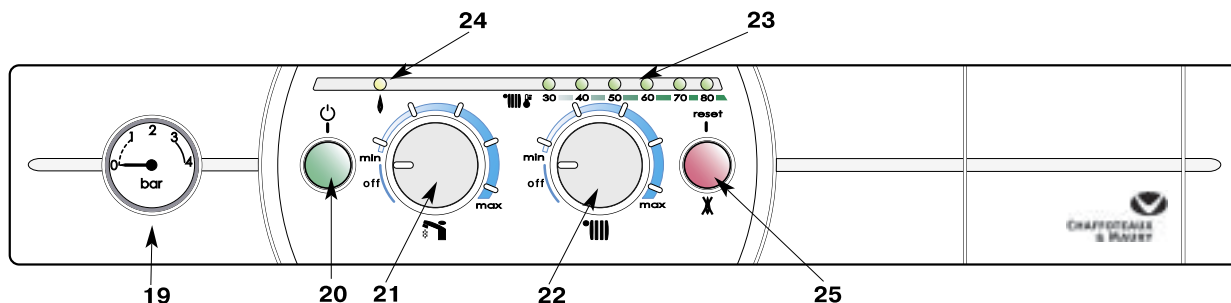

Рис. 19
Панель управления (рис. 19)
- Установите ручки 21 и 22 в положение “off” и оставьте кнопку 20 (рис. 19) включенной. Будет работать функция предотвращения замерзания.